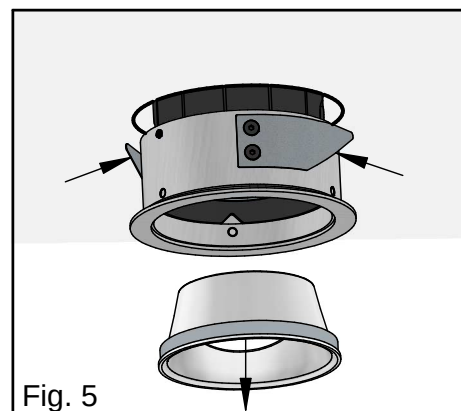

Fig. 5
6. Retirer la garniture inférieure en la tirant doucement hors du luminaire pour éliminer sa rétention magnétique. Attention de ne pas laisser d'empreintes digitales sur le réflecteur. (Fig. 5)
7. Pour installer le luminaire au plafond, presser les ressorts de retenue sur les côtés du luminaire et insérer soigneusement le luminaire dans la découpe du plafond. Une fois le luminaire installé, une légère torsion dans le sens horaire le fixera fermement au plafond. (Fig. 5)